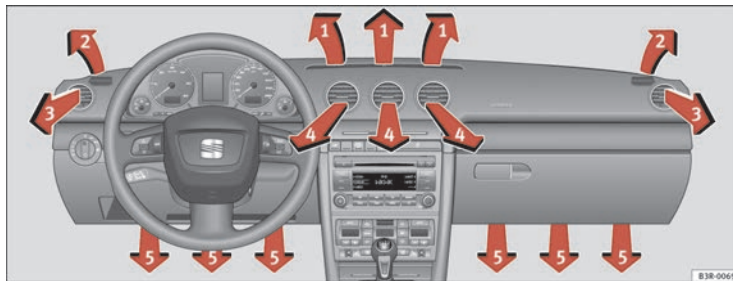

Fig. 134 Planche de bord : agencement des diffuseurs d'air
Les diffuseurs d'air ⇒ fig. 134 ③ et ④ fonctionnent comme suit :
Les trois touches permettent d'opérer les réglages énumérés ci-dessous. Les chiffres se rapportent aux diffuseurs d'air → page 171, fig. 134.
Le moteur de la soufflante est alimenté en courant solaire provenant du toit solaire, lorsque vous coupez le contact d'allumage. Veillez à ce que les diffuseurs 3 et 4 soient ouverts → page 171, fig. 134 afin d'obtenir une ventilation optimale.